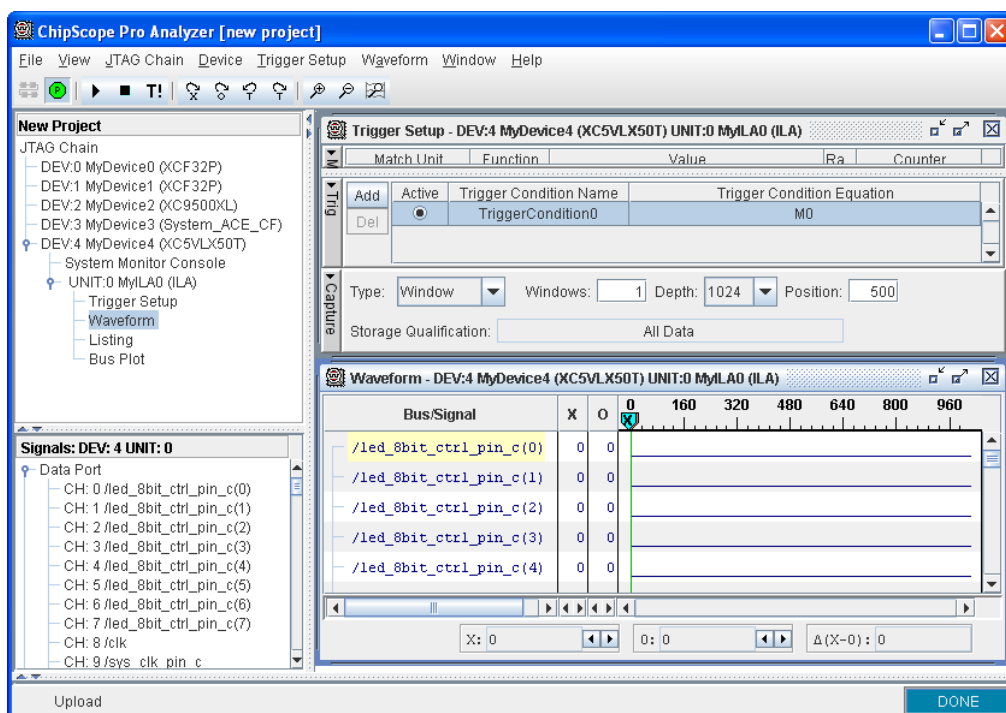

图 2.104 ChipScope Analyzer 窗口
(1) 单击【开始】菜单，选择【程序】/【ChipScope Pro 9.1i】/【Xilinx ChipScope Pro Core Analyzer】，启动 Analyzer 工具。
(2) 在“Project”窗口中单击扫描 JTAG 链按钮，搜索 JTAG 链，扫描到连接在 JTAG 链上的器件后，如果 FPGA 中已经包含 ChipScope Core，出现如图 2.104 所示的窗口。
(4) 双击 ILA Core 下的 Waveform 出现波形窗口，该窗口显示用于观察的数据，默认的数据名称是 DataPort。为了显示它们对应的名字，可以导入 ChipScope Inserter 项目，方法是单击【File】/【Import】，选择 ChipScope Inserter 项目，最后结果如图 2.104 所示。
设置好触发条件后，单击  按钮开始检测触发条件，如果条件满足，就采样数据进行观察。单击  按钮立即采样当前的数据进行观察。结果会显示在波形窗口中，如图 2.104 所示。